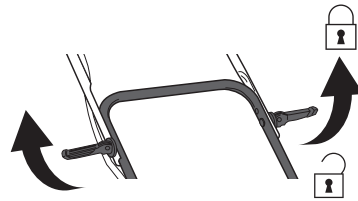

Fig. 2
- > Attachez les rondelles (10b) et sécurisez les barres du guidon avec les leviers de verrouillage (10c) (Fig. 2).